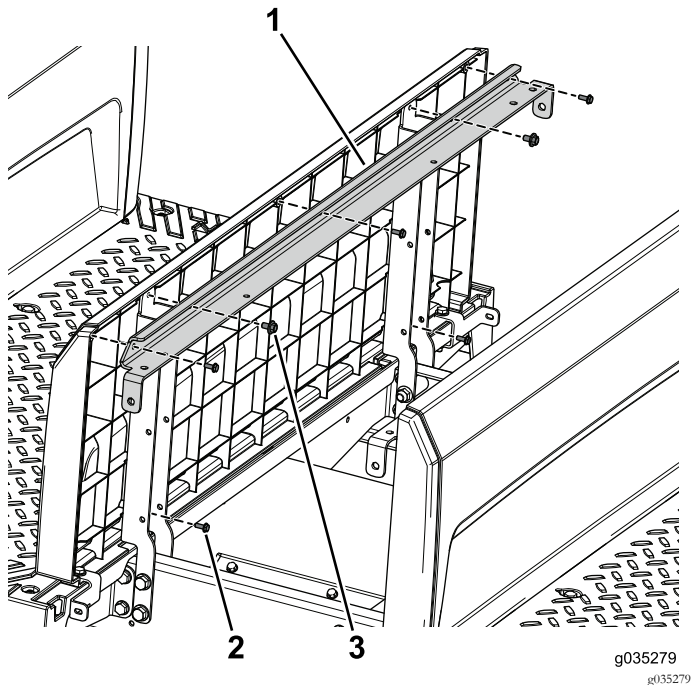

Bild 94
3. Befestigen Sie die abgewinkelte Stützhalterung und die Platte des Sitzunterteils mit den zwei Schrauben mit Scheiben ($\frac{1}{4}$ " x $\frac{1}{2}$ ") an der linken und rechten Sitzstütze (Bild 94).
4. Befestigen Sie die hintere Platte mit den fünf Schrauben (Nr. 10 x $\frac{1}{2}$ ") an der abgewinkelten Stützhalterung und den Sitzstützen (Bild 94).